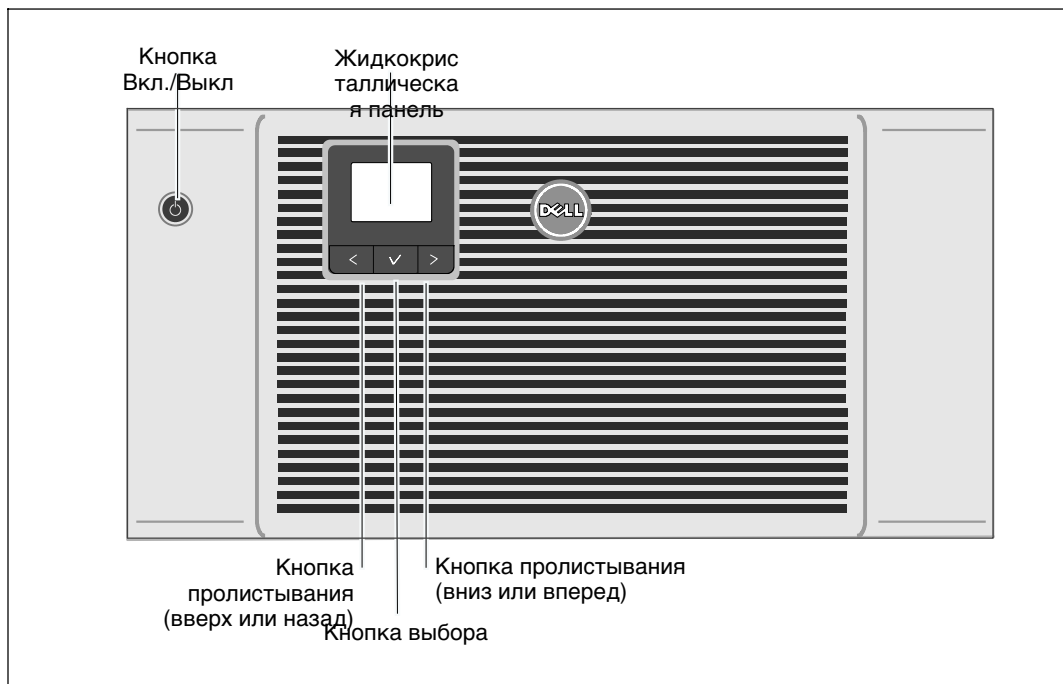

Рисунок 27. Элементы управления ИБП
Рисунок 27 показывает Dell Online Rack элементы управления ИБП.
Загорается ЖК дисплей передней панели ИБП (см. Рисунок 27). Экран запуска Dell меняется на итоговый экран состояния ИБП. На дисплее передней панели ИБП отображается пиктограмма режима ожидания .
- 3 Нажмите на кнопку  на передней панели ИБП (см. Рисунок 27).
- 4 Чтобы проверить наличие активных аварийных сигналов  или уведомлений, на панели управления нажмите кнопку (см. Рисунок 27). Примите соответствующие меры в отношении всех активных предупреждений, прежде чем продолжить работу. См. раздел «Поиск и устранение неисправностей» на стр. 93.